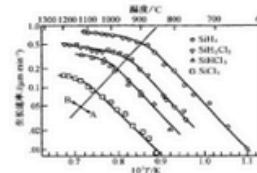

图 7.6 各种硅源的生长速率与温度的关系
□ **生长动力学：重点掌握。**单晶-高温低速，多晶-低温高速；**低温A区：**反应控制，对温度敏感（解释图7.6低温区4条直线斜率相同）；**高温B区：**输运控制，对流速敏感。**生长速率V：**SiH₄>SiH₂Cl₂>SiHCl₃>SiCl₄